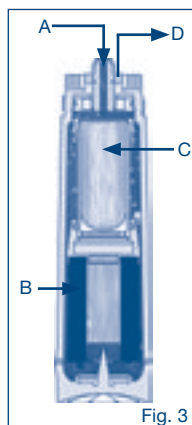

Fig. 3
A água da torneira (A) está a entrar no cartucho de filtro (Fig. 3) e a água é filtrada através de um carbono de bloco (B) activado. Partículas, matéria orgânica dissolvida, corantes naturais e substâncias responsáveis pelo mau gosto e odores, por exemplo cloro são removidos.